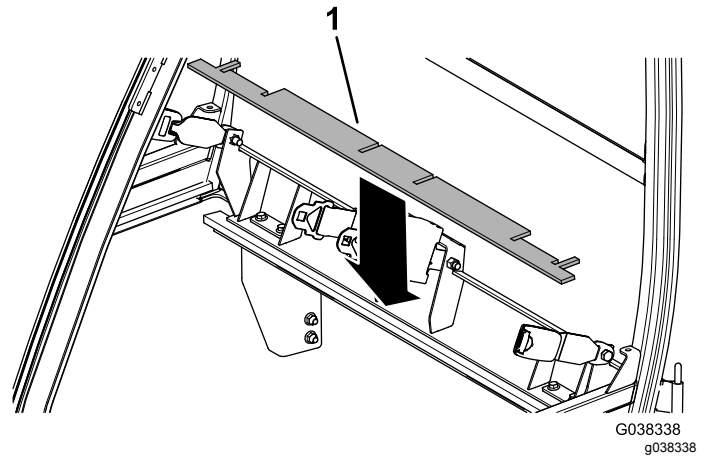

Bild 14
9. Montieren Sie die obere hintere Schaumstoffdichtung (**Bild 14**).